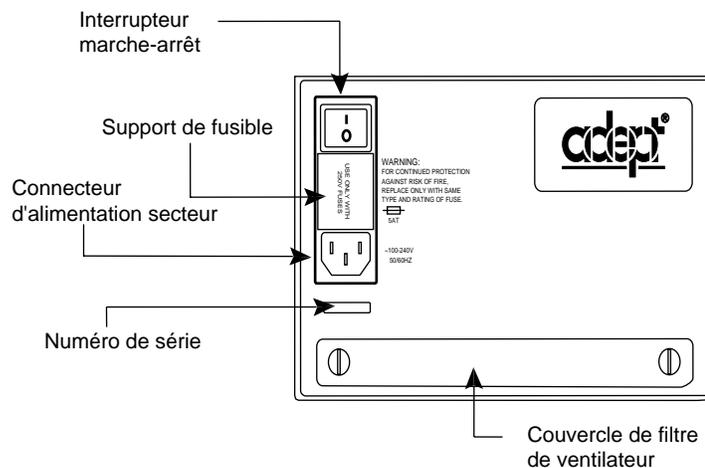

Figure 5-3. Module d'entrée d'alimentation MV-5/MV-10
2. Desserrer les deux vis sur le couvercle du filtre de ventilateur, pour accéder au filtre (voir Figure 5-3).